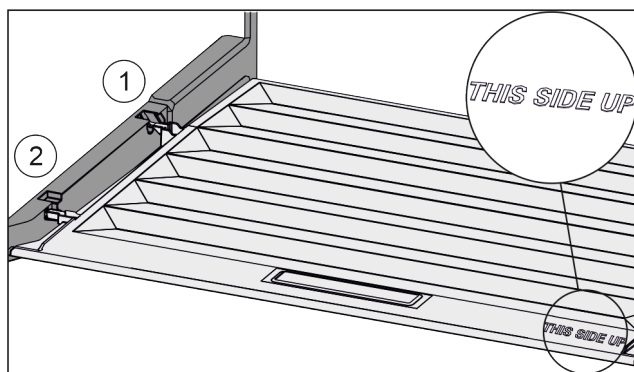

Fig. 85
- ▶ Ramiona pokrywy wprowadzić ponad otworem tylnego uchwytu Fig. 85 (1) i zazębić z przodu w uchwycie Fig. 85 (2).